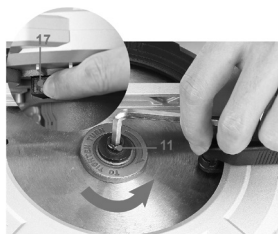

Рис. 1
6. Вращая шестигранный ключ против часовой стрелки, открутите гайку, которая удерживает фланец (Рис. 1).